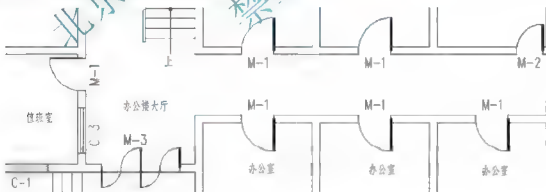

图 3.17 改变“办公室”的文字样式
- ① 选择菜单栏中的【修改】|【特性匹配】命令,或单击【标注】工具栏上的【特性匹配】图标,或在命令行输入“Ma”并按 Enter 键,启动【特性匹配】命令。
- ② 在选择源对象:提示下,单击选择“值班室”,此时光标变成大刷子形状。
- ③ 在选择目标对象或[设置(S)]:提示下,选择“办公室”,则“办公室”变成了仿宋体,如图 3.17 所示。按 Enter 键结束命令。